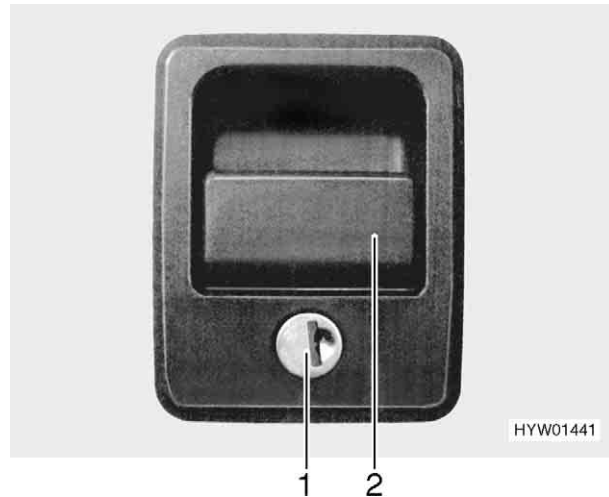

Fig. 23 Serrure du portillon (variante 1)
- Insérer la clé dans le barillet (Fig. 23,1) et la tourner d'un quart de tour. La serrure du portillon est ouverte.
- Tirer sur la poignée de la serrure (Fig. 23,2). Le portillon extérieur est ouvert.